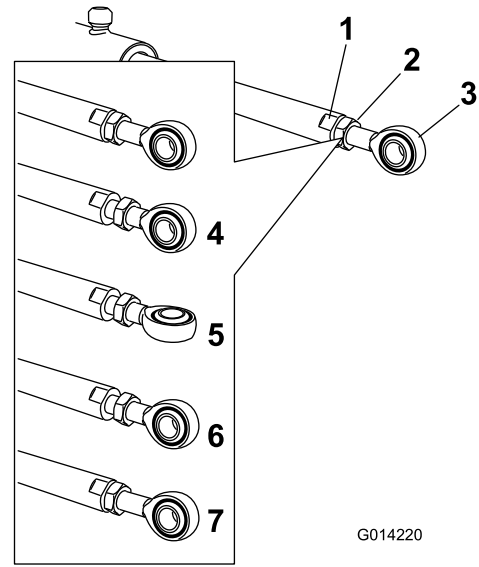

图 109
5. 使用扳手将提升器杆固定在杆的平面处然后松开锁紧螺母图 109。
6. 转动提升器杆上的杆端将延伸的提升器缩短或延长至所需的位置图 109。